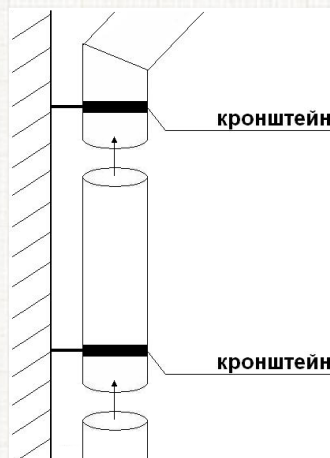

рис.12
4. Установите первый кронштейн, как показано на рис.12. Закрепите воронку к желобу заклепками. Закрепите заклепками верхнее колено, воронку и колени между собой